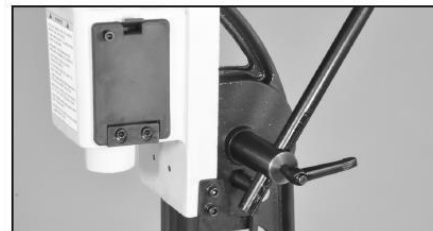

Рис. 3
**Установите рукоятку подачи (поз. 1)** в вал рукоятки (поз. 5) и зафиксируйте ее с помощью стопорного винта (поз. 4). На наружной поверхности нижнего конца рукоятки есть фрезерованный паз. При установке рукоятки стопорный винт следует вставить в этот паз. Рис. 3.